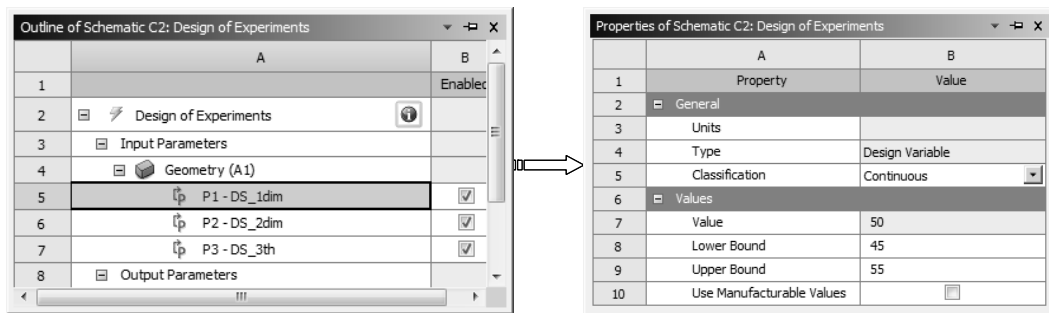

图 12-83 设置输入参数 P1 的范围
3) 设置输入参数范围。在【Outline of Schematic C2: Design of Experiments】窗口中选择【Geometry】下的 P1-DS_1dim 参数, 然后在【Properties of Schematic C2: Design of Experiments】窗口中设置输入参数的初始值及上下限, 如图 12-83 所示。